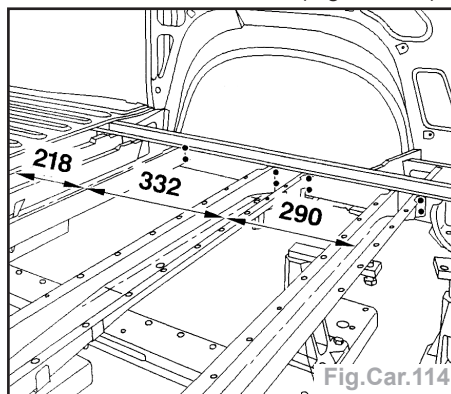

Fig.Car.114
- Positionner les traverses (Fig.Car.114).